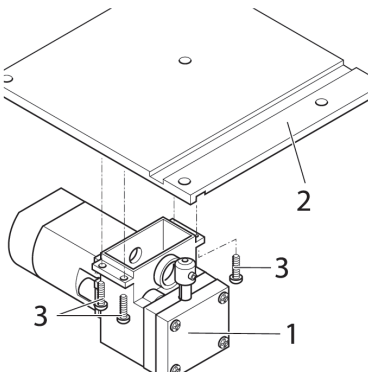

Fig. 9
5. Desenrosque os parafusos **3** (fig. 9) e retire a prancha de trabalho **2** da mudança **1**.